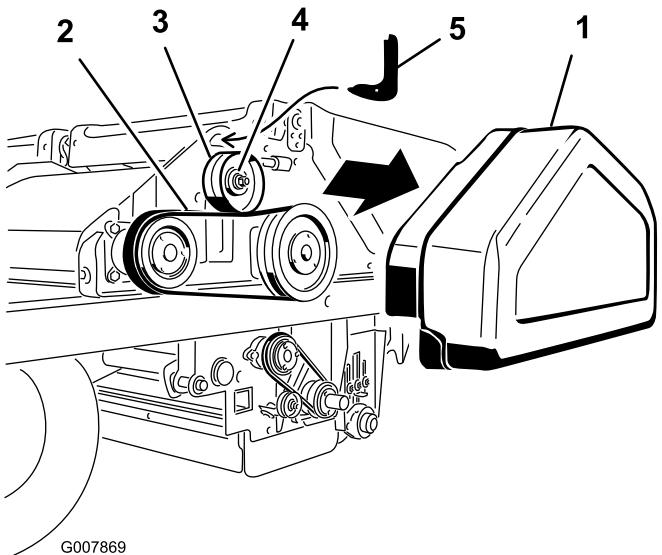

Figura 59
- Togliete il paracinghia (Figura 59).
2. Allentate il dado sulla puleggia tendicinghia (Figura 59).
3. Inserite l'estremità a gancio del tenditore della cinghia nel foro sopra la puleggia tendicinghia (Figura 59). Mantenete il fondo ricurvo del tenditore sulla puleggia tendicinghia.
4. Inserite la chiave torsiometrica da 1/2 pollici nel foro del tenditore della cinghia (Figura 59).
5. Ruotate il tenditore verso di voi fino a ottenere la coppia di 5,7 Nm, quindi serrate il dado della puleggia tendicinghia mantenendo sempre la coppia (Figura 59).